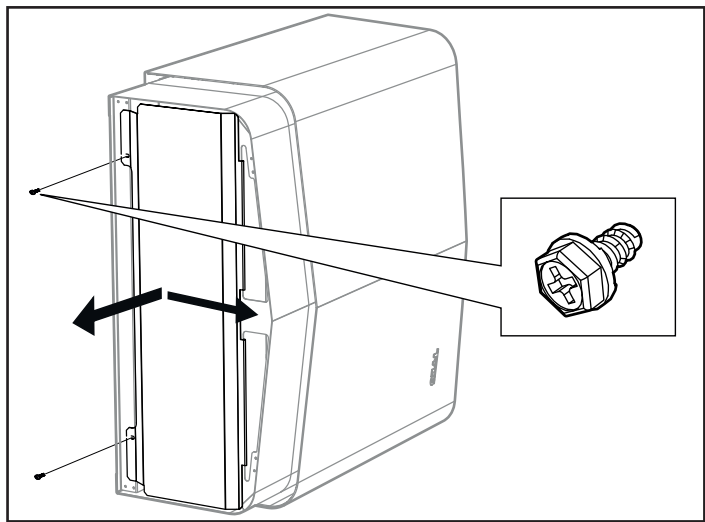

Рисунок 15: Открытие/закрытие крышки
1. Открутите винты и откройте крышку (см. Рисунок 15).
4. Закройте крышку и закрутите винты (см. Рисунок 15).